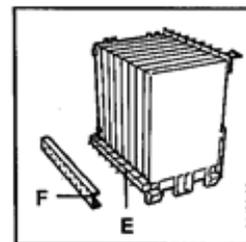

Fig. 9
Monter le collecteur arrière (E) (Fig. 9). Le pion de centrage soudé sur le collecteur permet de positionner celui-ci avec précision, par rapport à sa plaque de serrage (F).